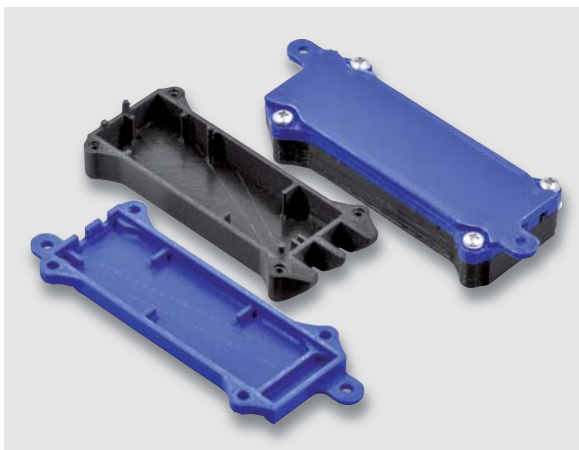

Bild 6: 3D-Druck-Gehäuse für das ELV-LW-GPS1
- ❶ Im Downloadbereich des ELV-LW-GPS1 [3] wird eine STL-Datei zum Selbstausdruck eines 3D-Gehäuses kostenlos zur Verfügung gestellt. Dieses Gehäuse ist in Bild 6 zu sehen.